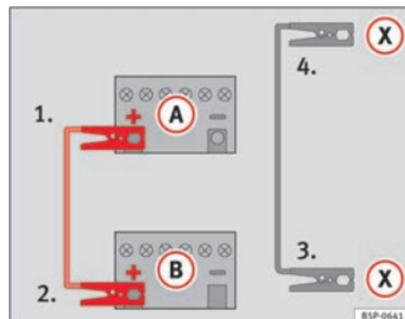

Fig. 174 Schema elettrico per i veicoli dotati di sistema Start&Stop.
- Collegare un'estremità del cavo di emergenza *rosso* al polo positivo **(+)** del veicolo con la batteria scarica **(A)** ⇒ fig. 174.
- Collegare un'estremità del cavo di emergenza *nero* **(X)** a un terminale di massa idoneo, a un elemento metallico massiccio avvitato al monoblocco del motore o al monoblocco stesso ⇒ fig. 174.